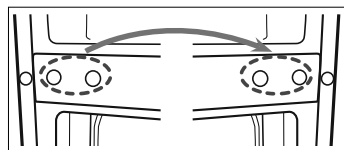

Fig. 8
- ▶ Retirez les capuchons à l'aide d'un tournevis cruciforme et placez-les sur le côté opposé (voir Fig. 8).